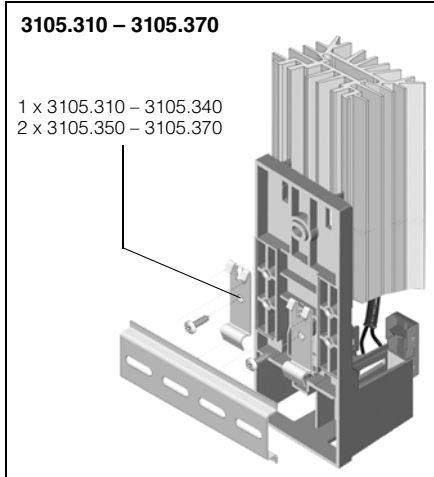

Bild 2: Snäppfastsättning på 35 mm profilskena DIN EN 50 022
Fastsättningsmaterial (se bild 2)
1. Snäppfastsättning på en 35 mm profilskena DIN EN 50 022 (bild 2).